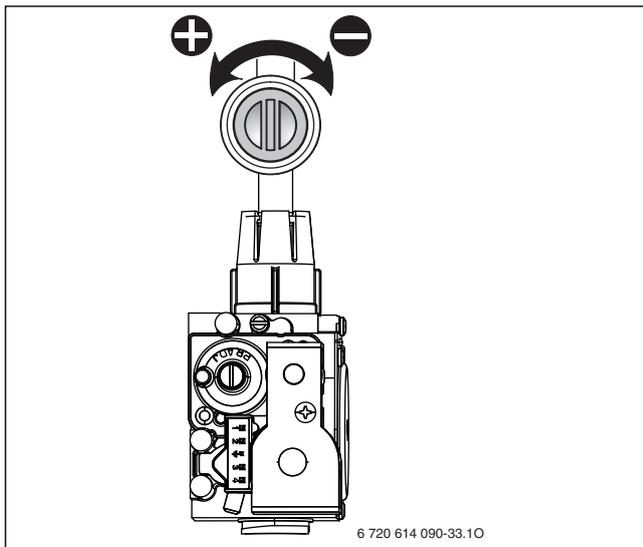

Fig. 42
- ▶ Agendo sulla valvola di regolazione della portata del gas (fig. 42), impostare il valore di CO2 corrispondente alla potenza termica nominale risc., come da tabella.